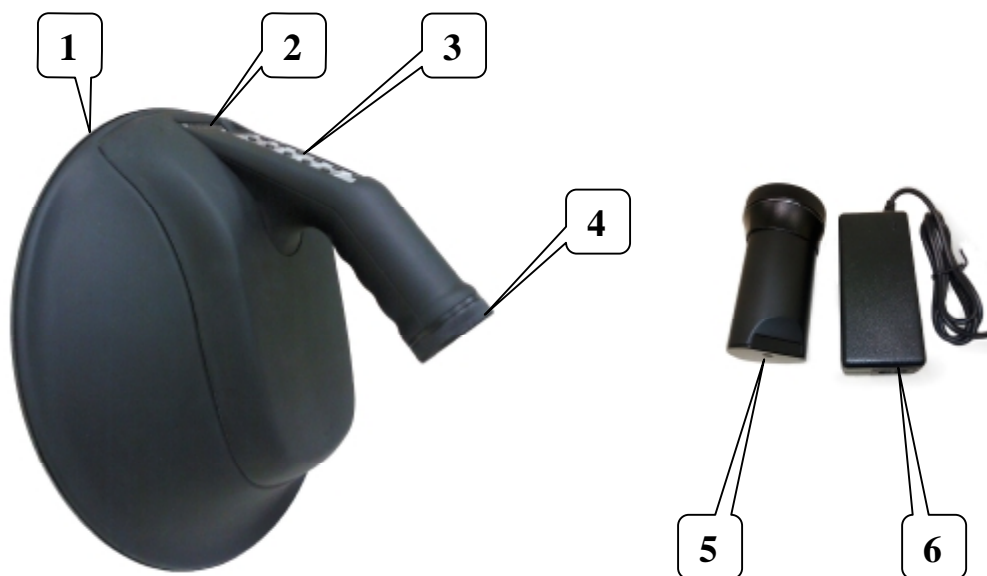

Рис. 1
Внешний вид обнаружителя показан на рис. 1, где:
**4.3.** Заряд аккумулятора приемопередающего блока должен осуществляться только при помощи зарядного устройства, входящего в комплект поставки. Использование иных зарядных устройств не допускается. Для заряда необходимо извлечь аккумулятор, отвинтив крышку на торце ручки, и поместить его в контейнер 5 (рис.1). Затем контейнер подключить к зарядному устройству.